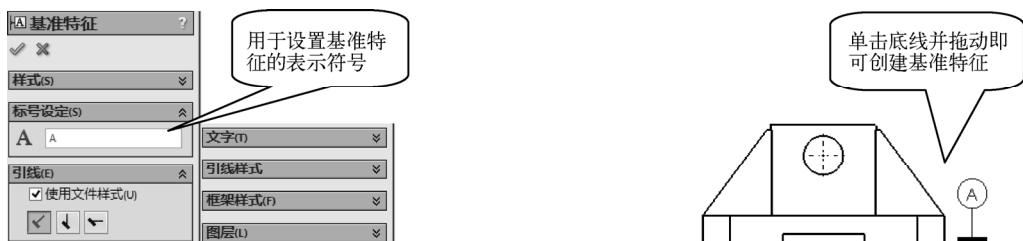

图 7-134 标注基准特征
- “主要”“第二”“第三”选项：用于输入“主要”“第二”和“第三”基准轴的名称（可单击“基准特征”按钮 Ⓜ 在视图中标注作为基准的特征，如图 7-134 所示）。